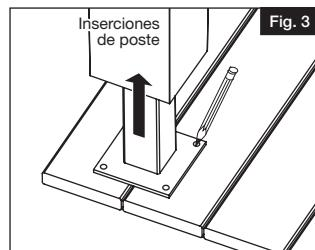

Fig. 3
- b. Slide vinyl post jacket over post insert (Fig. 3).
- c. Slide second post insert into the tip of the vinyl post jacket over the steel post (Fig. 3).
Tip: The sleeve should extend above the desired rail height enough to allow clearance for a post cap (Fig. 3).
- a. Eleve la inserción inferior temporalmente para dejar espacio para sujetar el poste de acero en la madera (Fig. 3).
- b. Marque los agujeros a través de la placa inferior del poste de acero en la superficie de madera (Fig. 3).
- Deslice la funda de vinilo del poste sobre la inserción del mismo (Fig. 3).
- Deslice la segunda inserción de poste por la parte superior de la funda de vinilo del poste, por encima del poste de acero (Fig. 3).
Sugerencia: La funda debe extenderse por encima de la altura deseada del barandal, lo suficiente como para poder dejar un espacio para la tapa de poste (Fig. 3).